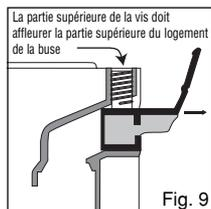

Fig. 9
3. Tirez la buse dans l'axe pour l'extraire (Fig. 9). Pour le remontage de la buse, procédez dans l'ordre inverse de la dépose.